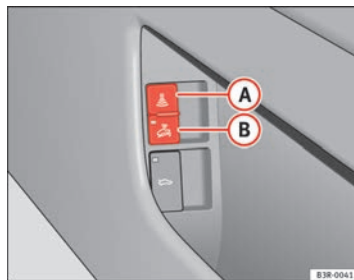

Abb. 79 Taster für Innenraumüberwachung
- Öffnen Sie die Tür und ziehen Sie am Taster  mit dem Symbol  seitlich an der Fahrertürablage ⇒ Abb. 79.
- Öffnen Sie die Tür und ziehen Sie am Taster **(B)** mit dem Symbol  seitlich an der Fahrertürablage ⇒ Seite 112, Abb. 79.